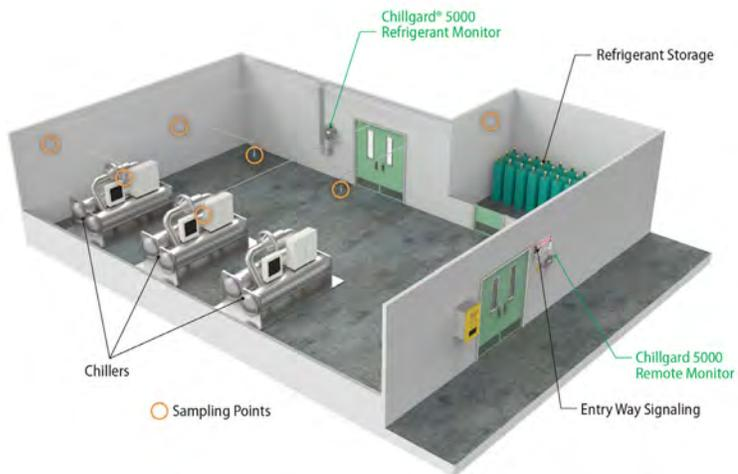

Fig. 8 Local de montagem (amônia)
- Para amônia, monte as linhas perto do teto (Fig. 8).